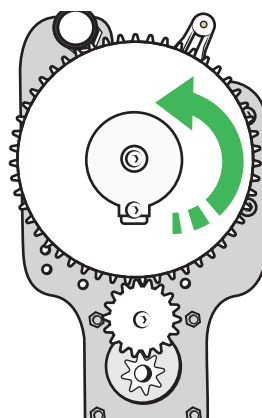

Figure 134
19. Tournez la grande molette dans le sens antihoraire jusqu'à ce qu'elle heurte la butée mécanique. Voir Figure 134.